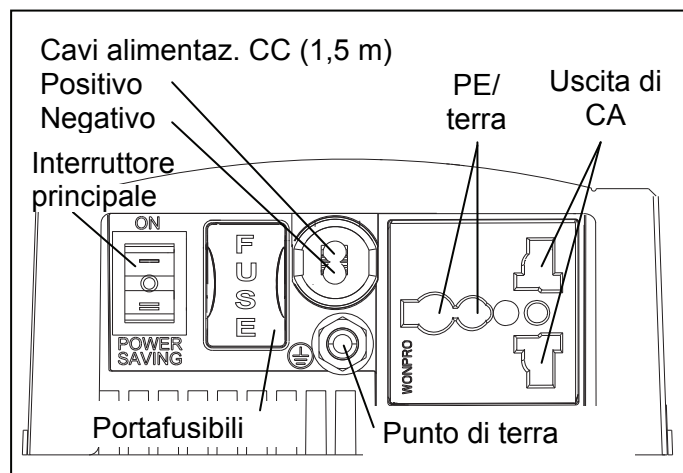

Figura 7: Panoramica dei collegamenti.
- Massa del telaio: per collegare il PUNTO DI TERRA (figura 7) all'impianto di terra centrale servirsi di un cavo AWG8 da 6 mm².
Il connettore neutro N dell'uscita di AC (figura 7) NON è collegato al punto di terra!
3. Tensione di CA: il carico può essere inserito a mezzo di spina direttamente nell'uscita di CA (figura 7).